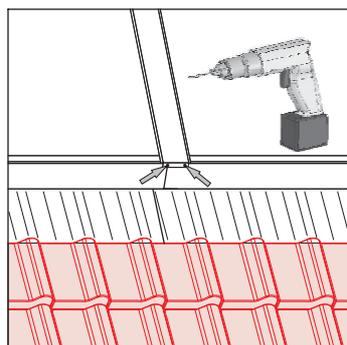

Fig. 3-50 Étape 9
9. Visser la réglette de pose avec les panneaux pare-vue supérieurs et inférieurs à l'aide des 2 vis taraudeuses (incluses dans la livraison) (fig. 3-50).